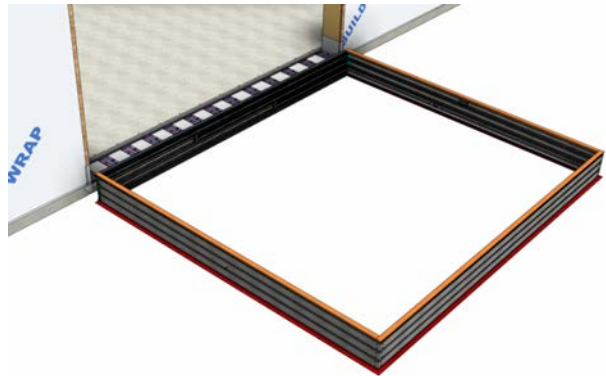

Fig 18
- Coloque el marco ensamblado boca abajo en el exterior de la abertura en bruto, con el umbral adyacente a la abertura (Fig. 18).